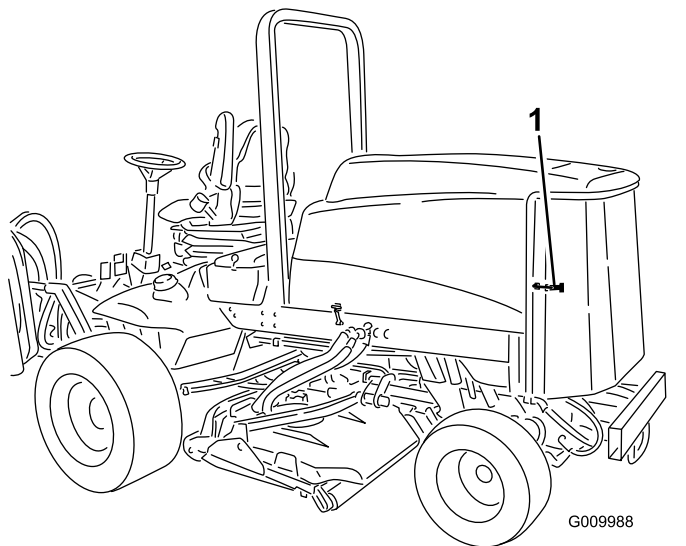

Bild 51
1. Entriegeln und schwenken Sie das hintere Drehgitter in die geöffnete Stellung (Bild 51). Entfernen Sie alle Schmutzrückstände aus dem Drehgitter.